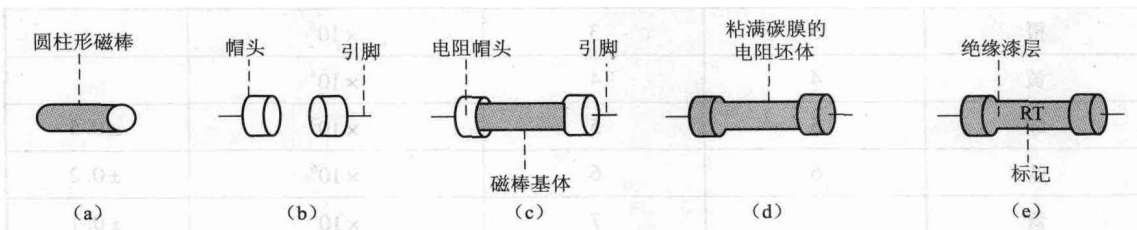

图 1.5 碳膜电阻器制造过程
其制造过程如下: ① 先将碳研磨成粉末微粒。② 将磁棒或玻璃棒打磨成圆柱体和长方体, 制成电阻器的基体, 如图 1.5 (a) 所示。③ 用磨压工艺制造电阻器的金属帽头, 并焊接金属引脚, 如图 1.5 (b) 所示。
④ 组装碳膜电阻器初坯，在帽头上涂强力胶，然后紧密地套在磁棒两端，如图 1.5 (c) 所示。⑤ 采用喷涂或沉积方法，使碳的微粒均匀地附在绝缘棒和金属帽上，再经热处理形成不脱落的碳膜层，制成电阻器的坯体，如图 1.5 (d) 所示。⑥ 在坯体表面喷涂保护漆，并印上各种标志，就成为成品，如图 1.5 (e) 所示。这种电阻体的导电材料是碳膜层，故称为碳膜电阻器。